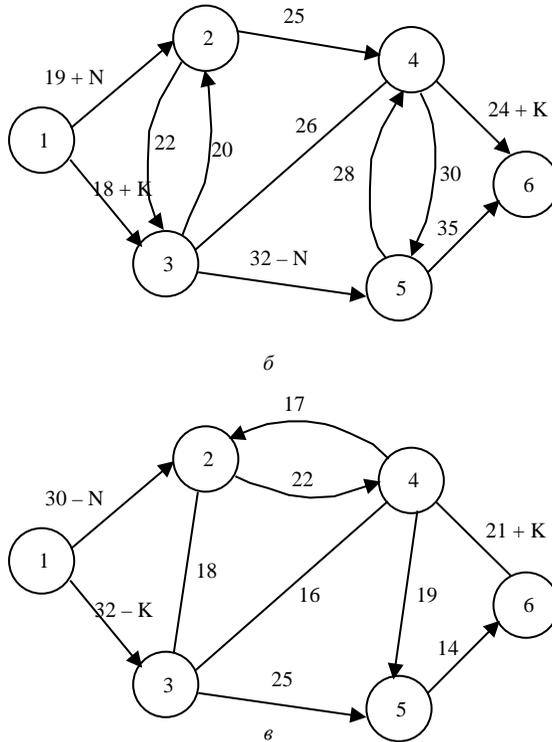

Рис. 3.15. Сеть для определения максимального потока
**Задача 3.13.** Требуется обосновать максимальную величину потока комбикормов, поступающих из комбикормового завода на птицефабрику, используя следующую сеть (рис. 3.15, а–в).